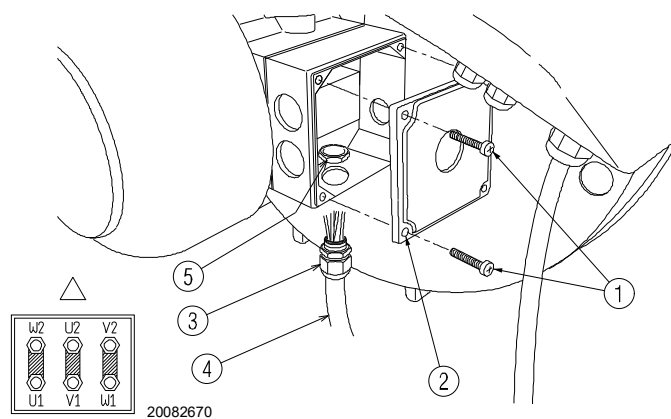

Abb.23
- für den Zugriff auf das Motorgehäuse die vier Schrauben 1)(Abb.23) lösen und den Deckel 2) abnehmen;
- Das Kabel 4) mit dem jeweiligen Anschluss am Motorgehäuse installieren und es sorgfältig mit der Nutmutter 5) befestigen (Abb.23).
- Eine abschließende Sichtprüfung durchführen und durch Eindrehen der 4 Schrauben 1)(Abb.23) das Motorgehäuse schließen.